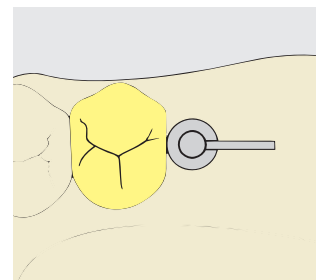

Fig. 4
Le bord inférieur de l'embout figure la future hauteur du boîtier (A), le bord inférieur de la tige de parallélomètre est 1 mm plus court que le boîtier d'origine, donc il faut placer ce dernier très en profondeur pour que sa partie basale puisse être adaptée au relief de la crête gingivale. L'embout indique aussi la future hauteur et la future position du boîtier dès la mise en place de la partie mâle (Fig. 4).